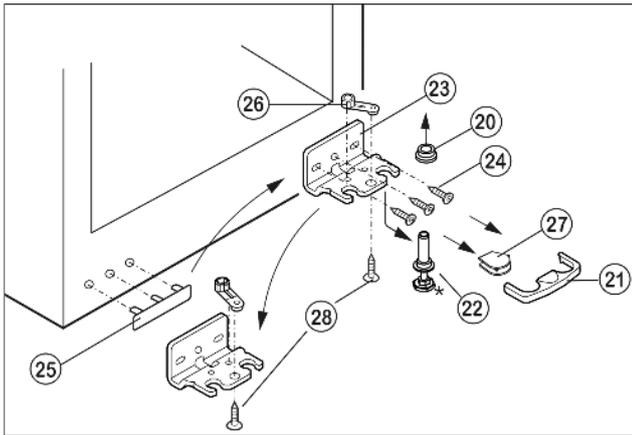

Fig. 5
- ▶ Enlever le dispositif d'arrêt Fig. 5 (21) vers l'avant.
- ▶ Enlever le cache Fig. 5 (27) en bas.\*
- ▶ Visser entièrement le pied réglable Fig. 5 (22).
- ▶ Enlever le pivot Fig. 5 (22) vers le bas et vers l'avant. Ce faisant, respecter la douille de charnière Fig. 5 (20).
- ▶ Dévisser le support d'appui Fig. 5 (23)(3 x Torx 25) Fig. 5 (24).
- ▶ Dévisser l'élément pivotant Fig. 5 (26)(1 x vis Torx 25) Fig. 5 (28) et le replacer dans le logement opposé de la charnière, puis le revisser.
- ▶ Soulever avec précaution le cache Fig. 5 (25) du côté poignée et le déplacer.
- ▶ Revisser le support d'appui Fig. 5 (23) sur le nouveau côté charnière, en utilisant une visseuse sans fil si nécessaire, avec un couple de serrage de 4 Nm.
- ▶ Mettre le cache Fig. 5 (27) sur le côté opposé.\*
- ▶ Le dispositif d'arrêt (21) doit s'enclencher latéralement sur la charnière afin de protéger les pivots d'appui et la porte.
- ▶ Replacer le dispositif d'arrêt (21) sur la charnière.
- ▶ Remettre en place la douille de charnière Fig. 5 (20).
- ▶ Placer la porte par le haut sur le pivot inférieur Fig. 5 (22).
- ▶ Aligner éventuellement la porte par rapport aux deux trous oblongs du support d'appui inférieur Fig. 5 (23) pour qu'elle affleure avec l'habillage de l'appareil. Pour cela, dévisser les vis centrales.